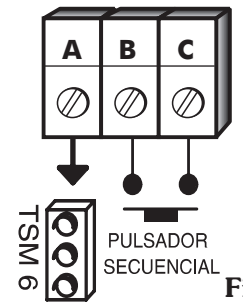

Fig. 7
Es necesario disponer de una Tarjeta controladora de conexión directa en el propio Cuadro modelo TS 3.2 de tres colores (① en fig. 1) o un módulo externo modelo TSM 6 para seis colores con preferencia de paso (fig. 7).